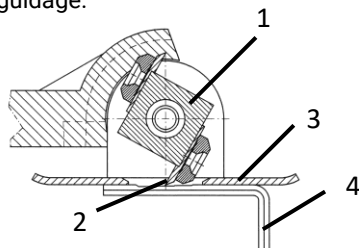

Fig. 13 : Réglage des couteaux
- > Remplacez le couteau (2 – Fig. 13) si nécessaire.
- > Tournez le cylindre (1 – Fig. 13) de manière à ce que le couteau dépasse au maximum à travers la plaque de guidage (3 – Fig. 13).
- > Placez la clé Allen (4 – Fig. 13) sur la plaque de guidage de sorte que l'encoche ayant la profondeur de coupe souhaitée se trouve sous la lame.